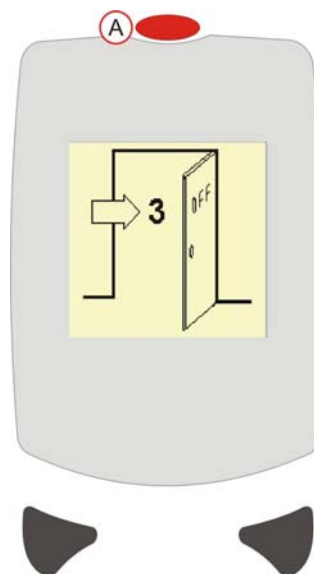

Figura 14 Desligar
Após fazer a medição, manter pressionado o botão ON/OFF (LIGA/DESLIGA), ver Figura 14 (A) por três segundos para desligar o instrumento. Será exibida uma figura de 'porta' com a contagem regressiva 3, 2, 1.